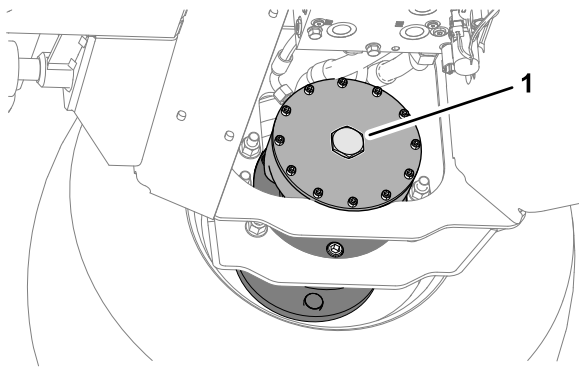

Figura 49
2. Montate il tappo esagonale sulla piastra terminale del motore (Figura 49).
6. Riponete i 2 bulloni (12 x 40 mm) e le 2 rondelle (12 mm) che si trovano nelle guide di supporto della pedana (Figura 49).